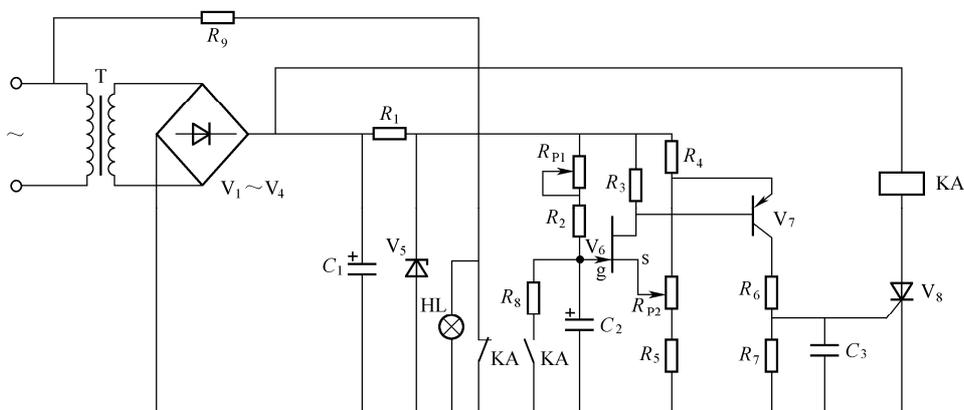

图 3-5 JS20 系列通电延时型时间继电器的电路图
(3) 工作原理。JS20 系列通电延时型时间继电器的线路如图 3-5 所示。它由电源、电容充放电电路、电压鉴别电路、输出和指示电路五部分组成。电源接通后，经整流滤波和稳压后的直流电经过  $R_{P1}$  和  $R_2$  向电容  $C_2$  充电。当场效应管  $V_6$  的栅源电压  $U_{gs}$  低于夹断电压  $U_p$  时， $V_6$  截止，因而  $V_7$ 、 $V_8$  也处于截止状态。随着充电的不断进行，电容  $C_2$  的电位按指数规律上升，当满足  $U_{gs}$  高于  $U_p$  时， $V_6$  导通， $V_7$ 、 $V_8$  也导通，继电器 KA 吸合，输出延时信号。同时电容  $C_2$  通过  $R_8$  和 KA 的常开触头放电，为下次动作做好准备。当切断电源时，继电器 KA 释放，电路恢复原始状态，等待下次动作。调节  $R_{P1}$  和  $R_{P2}$  即可调整延时时间。